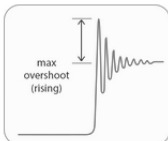

图 9-35 信号上升沿的过冲约束规则
- “Overshoot – Rising Edge” (信号上升沿的过冲约束规则)：如图 9-35 所示为该项设置示意图。